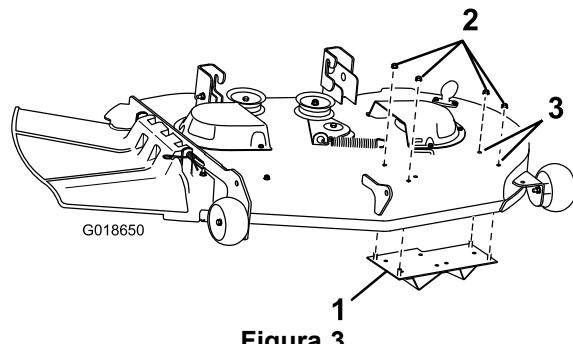

Figura 3
10. Retire los 2 pernos obturadores y 2 tuercas de la carcasa de corte, de los lugares indicados en Figura 3.
11. Sujete la placa del golpeador al lado izquierdo de la carcasa de corte con 4 tuercas con arandela prensada (5/16 pulgada), según se muestra en Figura 3.